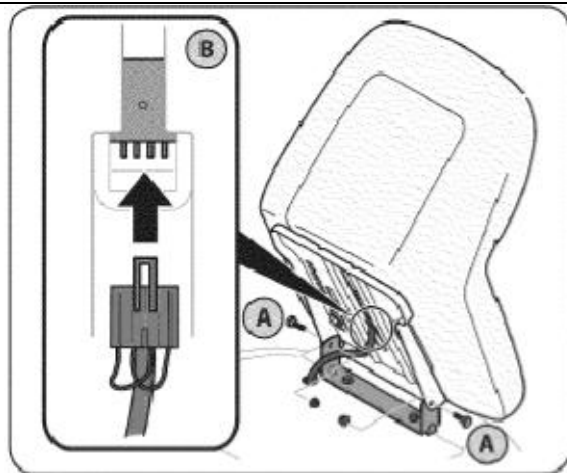

Рис.4
2. Совместите передние отверстия монтажного кронштейна сидения с отверстиями в поворотном кронштейне сидения на тракторе и зафиксируйте, предыдущими извлеченными шестигранными болтами и гайками. См. поз. А Рис. 4.
3. Присоедините разъем провода к разъему датчика присутствия оператора на сидении, как показано В на Рис. 4.